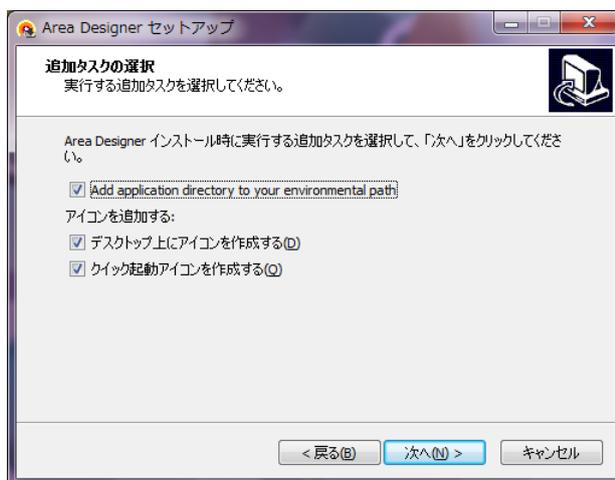

図 2-5 追加タスクの選択画面
7. 図 2-5 の「次へ」をクリックすると、「Area Designer」のインストールを開始します。